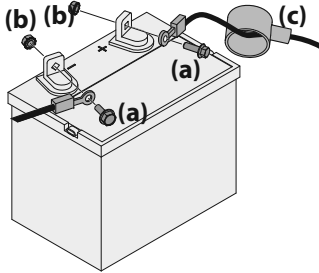

Figure 13
1. Retirez le protecteur en plastique, le cas échéant, de la borne positive. Connectez le raccord rouge à la borne positive (+) avec un boulon (a) et un écrou (b). Voir Figure 13.
2. Retirez le protecteur en plastique, le cas échéant, de la borne négative de la batterie et fixez le câble noir à la borne négative (-) avec un boulon (a) et un écrou (b). Voir Figure 13.